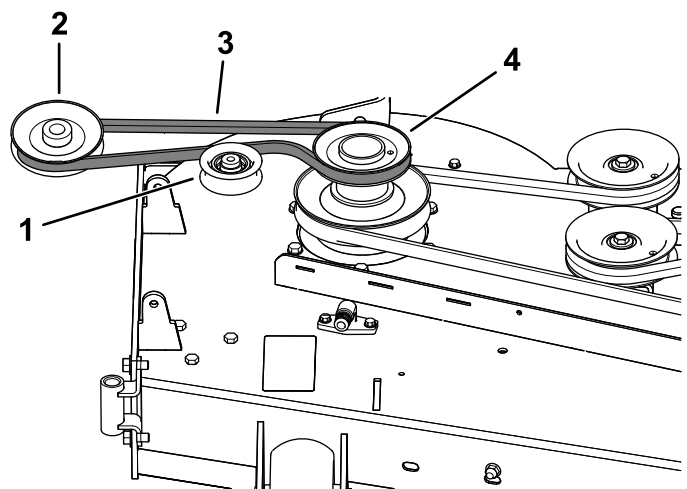
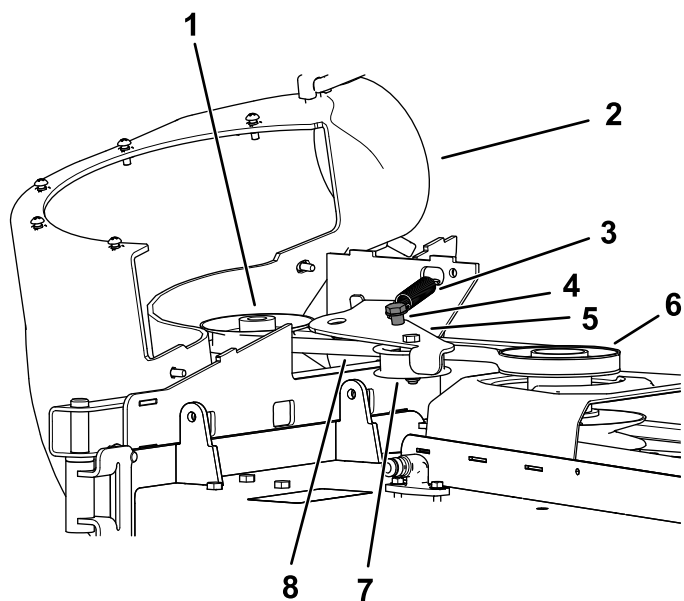

Figura 26
Figura 27
1. Se necessário, instale a correia em redor da polia do soprador (Figura 26).
1. Instale a correia em redor da polia do soprador (Figura 26 e Figura 27); consulte 11 Instalação da estrutura do soprador (página 16).
3. Afaste a polia intermédia da mola do pólo de mola fixo e coloque a correia em redor da polia da plataforma do cortador (Figura 27).
4. Oriente a correia pela polia da transmissão, conforme ilustrado em Figura 26 e Figura 27.